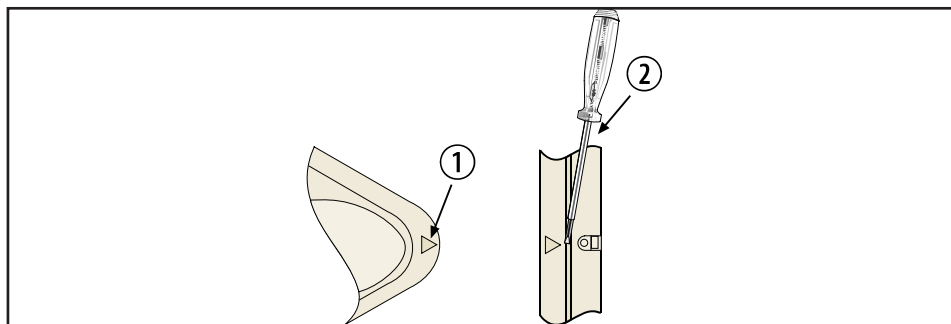

Figure 3.1 : Ouverture du détecteur
- Pour ouvrir le détecteur, repérez la flèche sur son couvercle. Voir *Figure 3.1 Ouverture du détecteur*, référence (1). Faites pivoter un tournevis dans l'interstice entre le couvercle et la base. Voir *Figure 3.1 Ouverture du détecteur*, référence (2). Un côté du couvercle reste attaché à la base du détecteur.